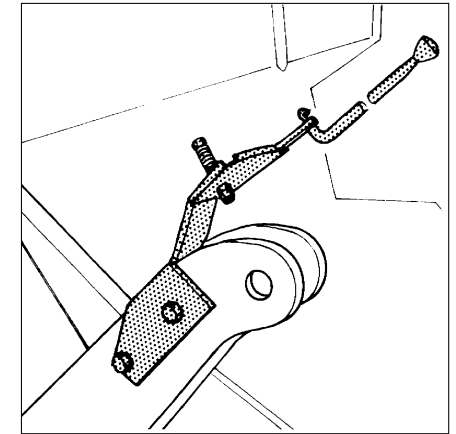

Fig. 20
Viene predisposto nel modo indicato in fig. 20. L'azionamento dei bracci è molto semplice, se sono bene equilibrati. Nell'esecuzione meccanica, **non vengono montate le molle a pressione** di ogni braccio (B) che compaiono nella figura 19, poiché renderebbero difficile il movimento.